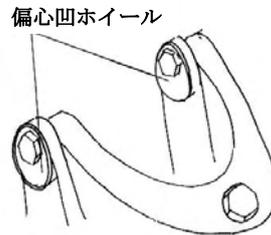

图1-19
2. 偏心ボルトタイプ：ダブルスイングアームサスペンションシステムで、スイングアームの内側の偏心ボルトが同じ角度で回転する場合、キャンバー値を調整できます。2つのボルトが異なる角度で回転する場合、キャスター値を変更できます（図 1-19 に示すように）；